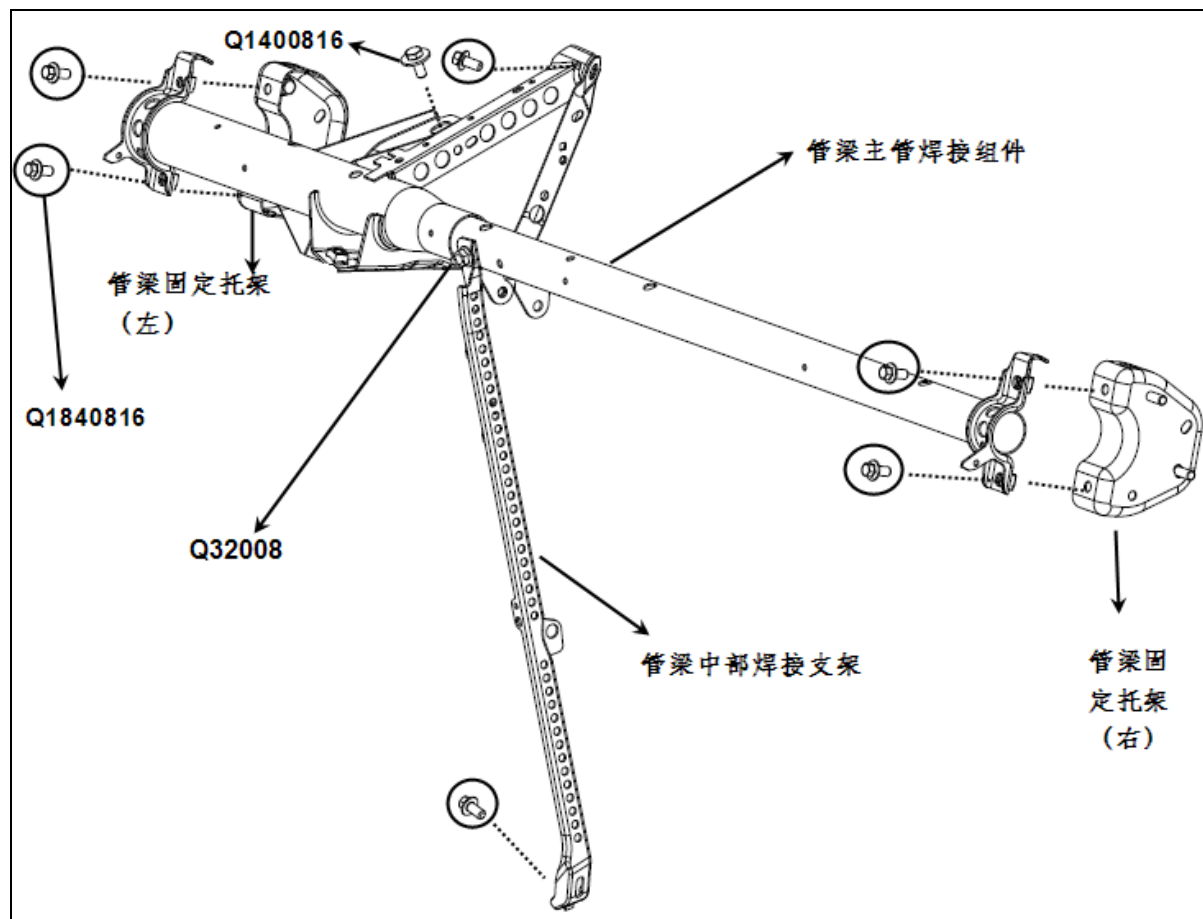
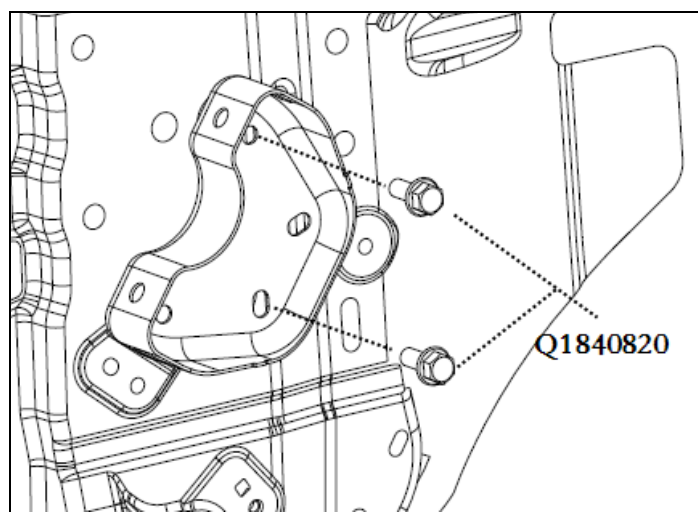

图 2.6.1 管梁总成拆卸示意图
图 2.6.2 管梁固定托架拆卸示意图 (左右方式相同)
(1) 管梁总成的拆卸顺序为：先拆除管梁主管焊接组件（含管梁中部焊接支架组件），然后再拆卸管梁固定托架组件。
(2) 管梁主管焊接组件拆装（图 2.6.1）前首先要确保转向管柱被准确拆卸，然后用 10 号的套筒将四个与管梁固定托架组件紧固、一个与前围钣金支架紧固、一个与中央地毯钣金紧固的编号为 Q1840816 六角法兰面螺栓和一个紧固三踏板的编号为 1400816 螺栓松开取出，即可抬出管梁主管焊接组件。
(3) 管梁中部焊接支架拆卸只需要用套筒拧松并取掉编号为 Q32008 的六角法兰面螺母即可拆卸掉管梁中部支架。
(4) 管梁固定托架组件的拆卸参考图 2.6.2，将图示两个螺栓（Q1840820）取下即可拆卸（右侧跟左侧同理）